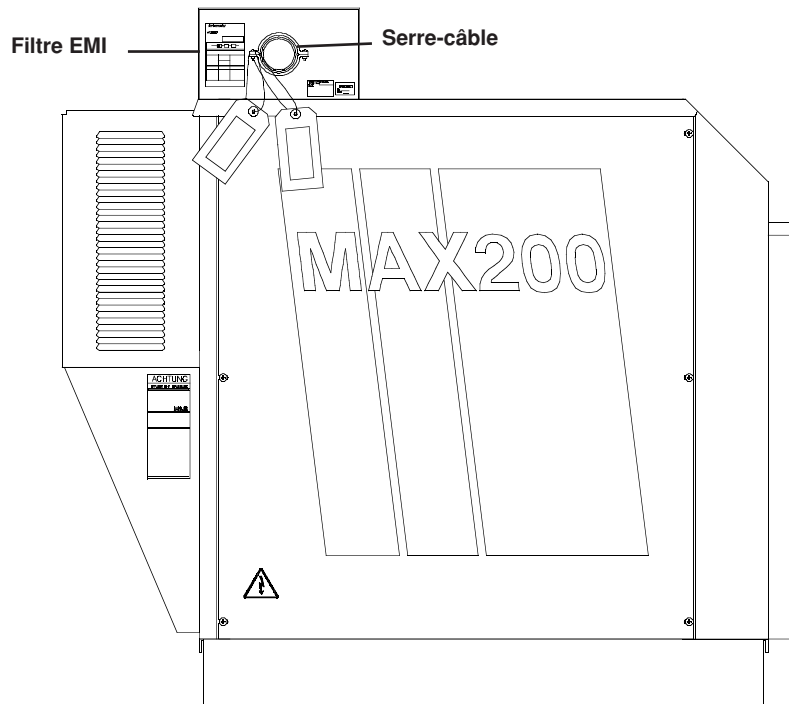

Figure a-1 Source de courant MAX200 avec filtre EMI – Vue latérale
1. Repérer le filtre EMI sur la partie supérieure arrière de la source de courant (voir la fig. a-1).
3. Faire passer le câble d'alimentation dans le serre-câble (voir la fig. a-1).